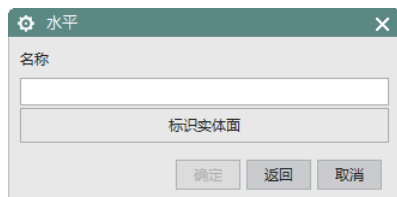

图 11-42 “水平”定位选择对话框
(9) 在“定位”对话框中, 单击  图标, 同时打开如图 11-42 所示的“水平”定位选择对话框。